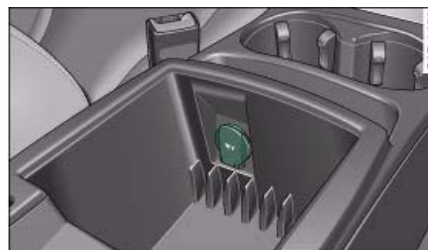
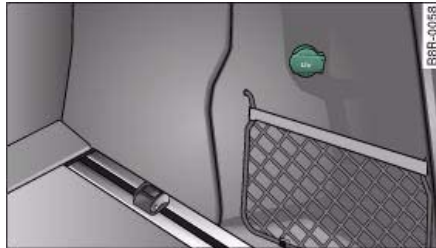

Fig. 69 Consola central delantera: Toma de corriente de 12 voltios*
Fig. 70 Revestimiento lateral del maletero: Toma de corriente de 12 voltios
- Abra la tapa de la toma de corriente ⇒ *página 66*, fig. 69 o ⇒ fig. 70.